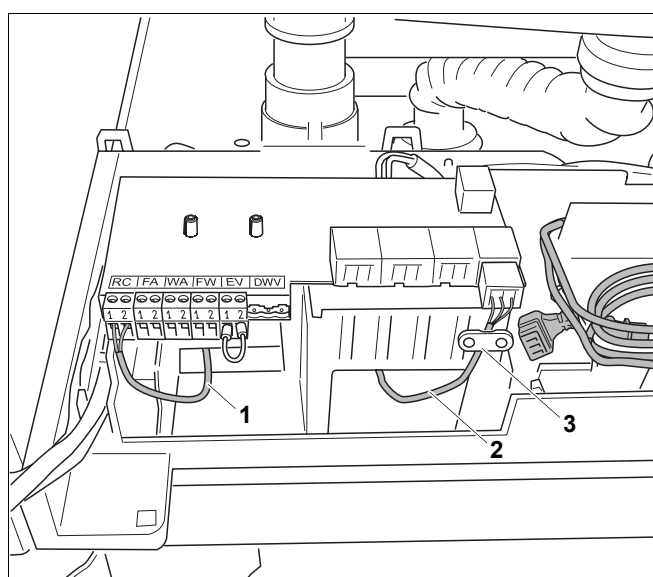

Fig. 25 Aplicați cablul
- Treceți cablurile pentru racordurile de joasă tensiune prin gaura de pe partea stângă (Fig. 25, **Poz. 1**).
- Treceți cablurile pentru racordurile de 230 V prin gaura de pe partea dreaptă (Fig. 25, **Poz. 2**).
- Fixați cablurile pentru racordurile de 230 V cu ajutorul descărcărilor de tracțiune (Fig. 25, **Poz. 3**).